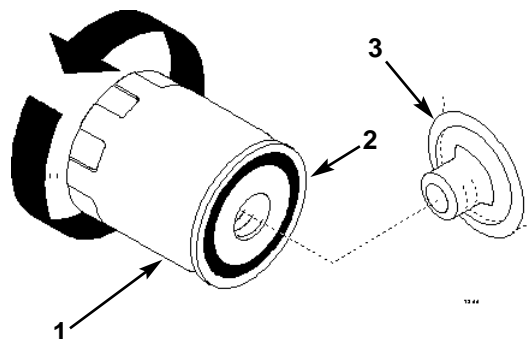

Figure 22
2. Déposer le filtre usagé et essuyer la surface du joint de l'adaptateur (Fig. 22).
4. Poser le filtre de rechange sur l'adaptateur. Tourner le filtre dans le sens des aiguilles d'une montre jusqu'à ce que le joint en caoutchouc touche l'adaptateur, puis visser encore le filtre d'1/2 tour (Fig. 22).